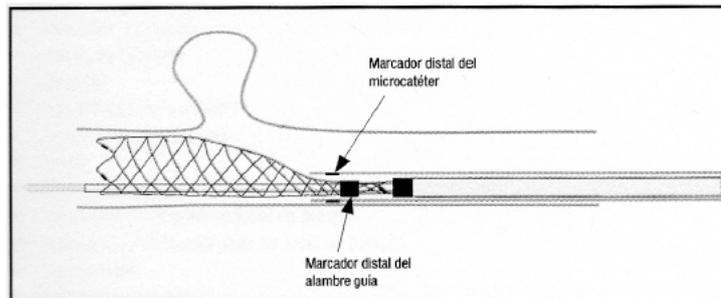

Figura 6: Posición final del microcatéter, hasta donde se puede recolocar el dispositivo Derivo®
- Para ello, el marcador radiopaco que hay en la punta del microcatéter debe seguir situado en la parte distal del marcador distal del alambre guía. (Véase la figura 6).